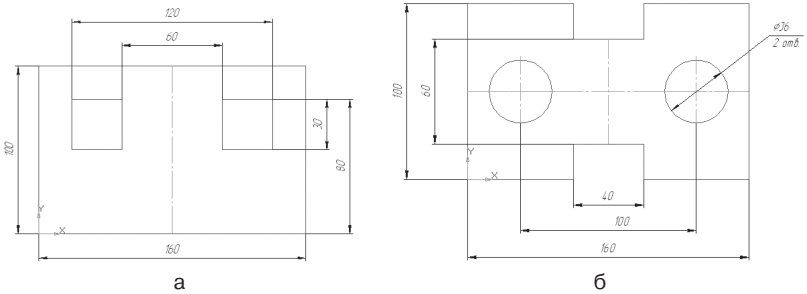

Рис. 61. Задание для самостоятельной работы
1. Откройте документ **Фрагмент** и постройте чертеж плоской детали (рис. 61).